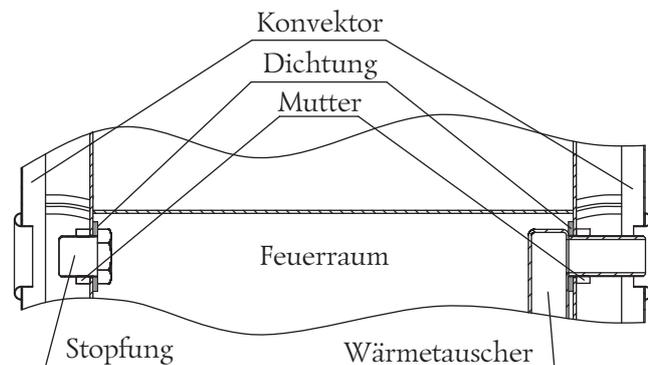

Bild 10. Demontage des Wärmetauschers und der Ofenklappen «Angara 2012»
3. 2 Schraubenmuttern losdrehen und Wärmetauscher aus Öffnungen ausziehen und abnehmen (Bild 10), Scheiben bleiben auf den Stützen;